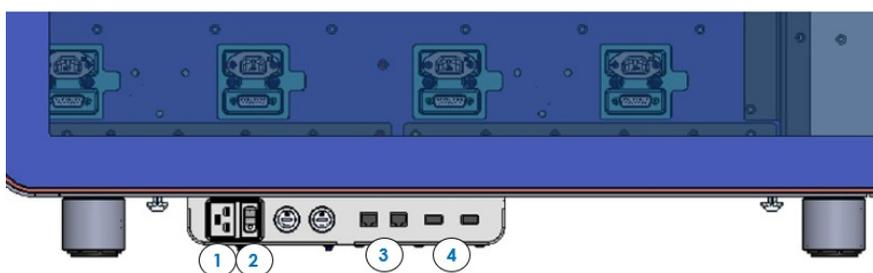

Figura 3. Scatola di connessione posteriore del sistema QIAstat-Dx Rise.
1. Assicurarsi innanzitutto che l'interruttore di alimentazione sulla scatola di connessione laterale dello strumento sia impostato sulla posizione "I" (Figura 3). Quindi premere il pulsante **ON/OFF** sulla parte anteriore del sistema QIAstat-Dx Rise per avviare l'unità (Figura 5).